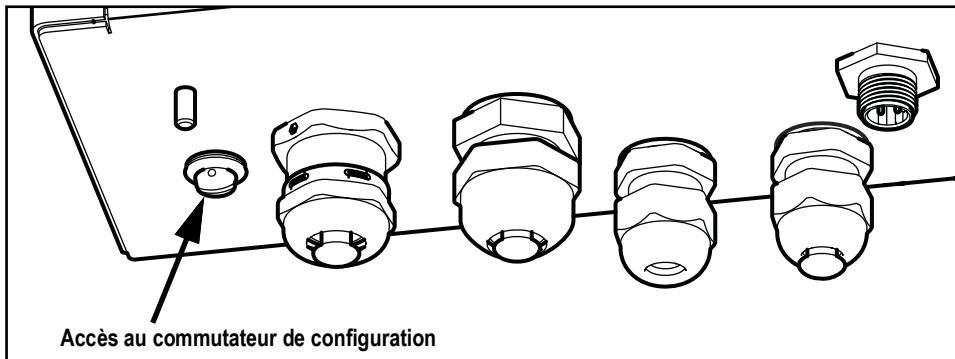

Figure 3-1. Vue de dessous – Accès au commutateur de configuration
- Pour prévenir l'utilisation de la touche **Menu** pour accéder au mode configuration et étalonnage, plutôt que de recourir à l'utilisation du commutateur de configuration scellable de l'extérieur et situé à l'intérieur du boîtier (Figure 3-1, page 32), positionner le cavalier sur **Off**.